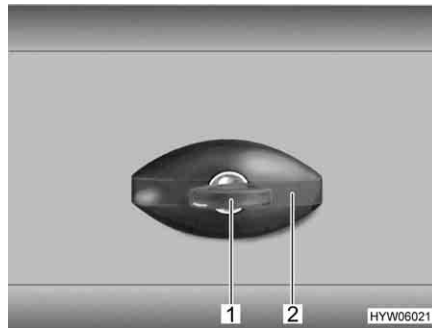

Fig. 51 Serratura dello sportello, ellittico, chiuso
- Inserire la chiave nel cilindro della serratura (Fig. 51,1) e ruotare in senso antiorario di un quarto di giro. La maniglia della serratura (Fig. 51,2) scatta all'infuori.